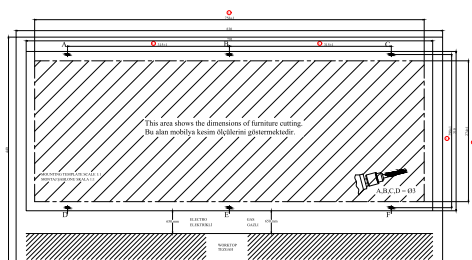

Рис. 1
- С помощью сверла A, B, C, D, E, F с диаметром биты 4 мм просверлите отверстия, указанные на шаблоне. (Рис. 1)